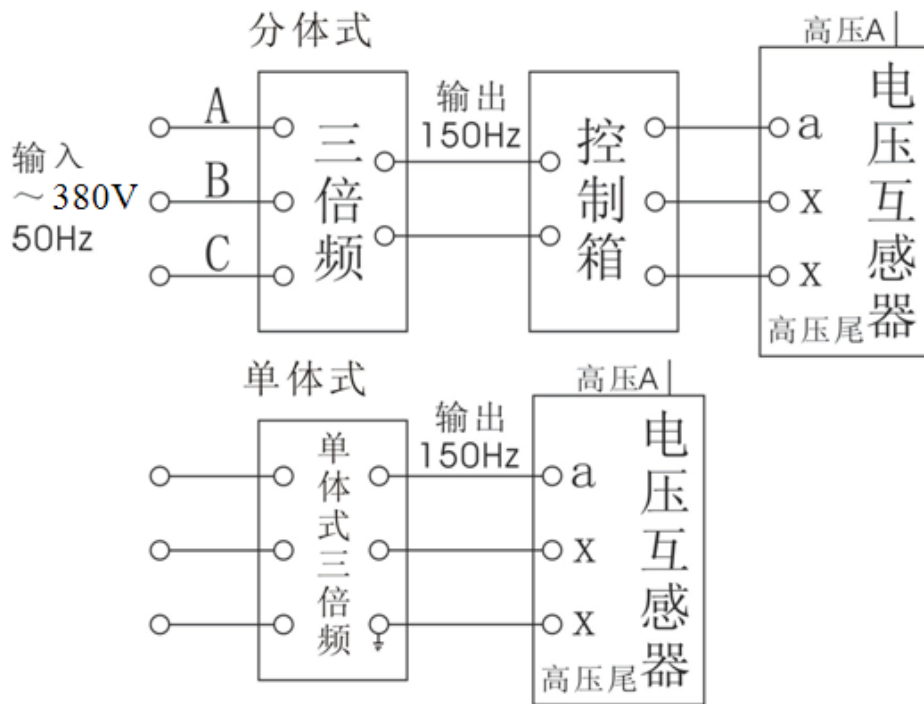

图 1
7. 此套试验设备带有多抽头的电抗器，当感应耐压试验装置带 JCCI 类型高压串级式电压互感器负载时，其电流由感性为容性，功率因素很低，因此，可在被试验的高压互感器某一绕组上接入可调的电抗器进行电流补偿来提高整个试验回路的功率因素，如图 1 虚线框所示。